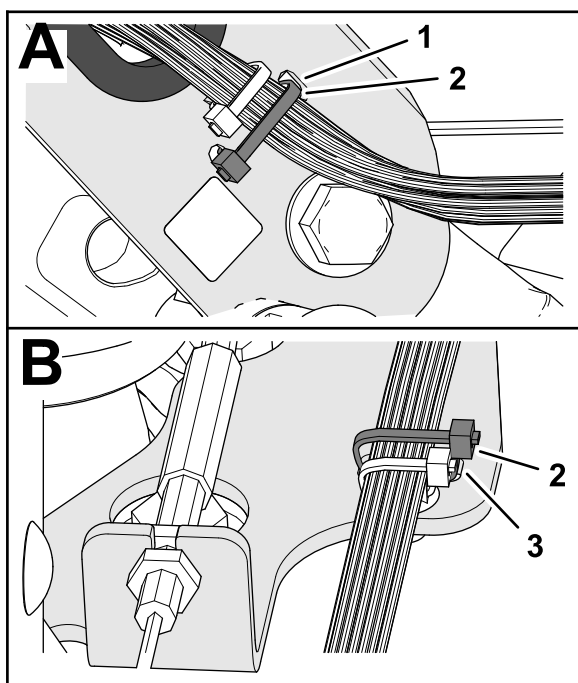

Figura 11
6. Fixai cablajul mainii de canalul barei de ghidare cu un colier de cablu prin fantele din canal (Figura 11).